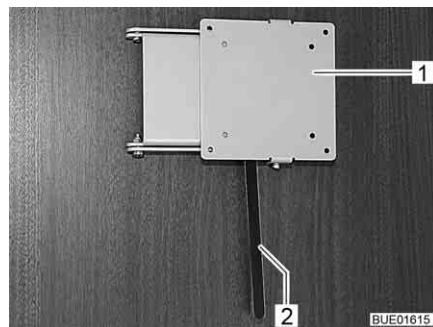

Fig. 50 Soporte con palanca de desbloqueo
- Empujar la palanca de desbloqueo (Fig. 50,2) hacia el lado y girar el soporte (Fig. 50,1) junto con la pantalla plana a la posición deseada.
- Girar la pantalla plana hacia la posición inicial hasta que el soporte (Fig. 50,1) engatille en el bloqueo.